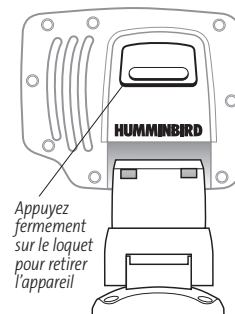

Figure 13
5. Glissez la tête de commande bien au fond sur le support de montage. Pour retirer la tête de commande, tenez-la des deux mains, appuyez fermement sur le loquet à l'arrière de l'appareil puis soulevez-la (Figure 13).